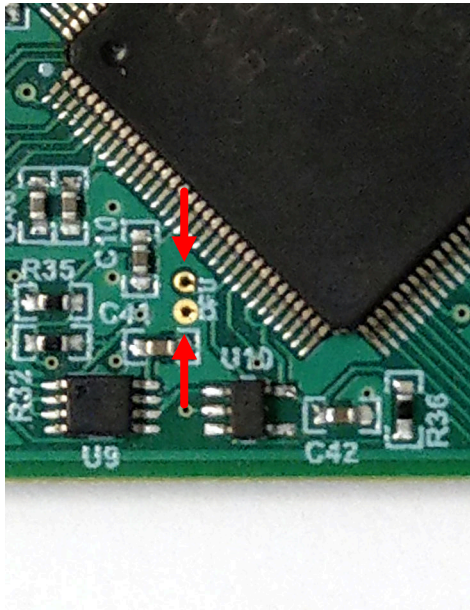

图 3-1. 用于手动进入 DFU 模式的测试点
- 在按下 RESET 按钮的同时，用一把镊子（或一根导线）将接头引脚的 PK1 和 PK2 附近的两个测试点（请参阅图 3-1）短路。